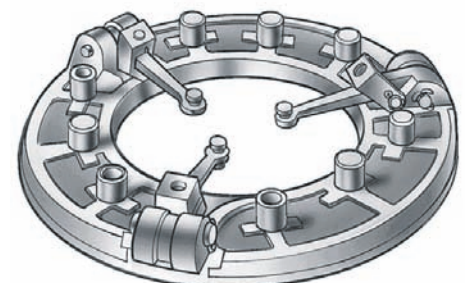

Рис. 7. Натискний диск зі встановленими важелями вимкнення зчеплення
2. Вставте зібрані відтяжні важелі в пази натискного диска відповідно до зробленого при розбиранні маркування, вставте пальці важелів (при цьому пристосування вийдуть назовні) і зашпінтуйте їх (рис. 7).